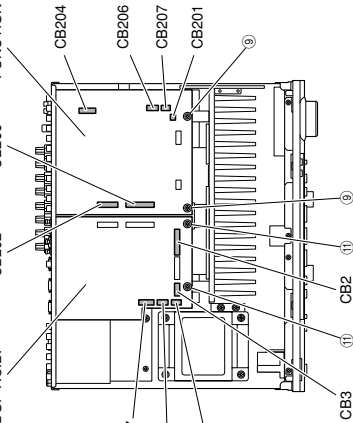

Fig. 2
- c. Remove CB200-202, CB204, CB206 and CB207. (Fig. 2)
- d. Remove the FUNCTION (1) P.C.B.. (Fig. 2)
- a. ⑧のネジ2本を外します。(Fig. 2)
- c. CB200～202、CB204、CB206、CB207を外します。(Fig. 2)
- d. FUNCTION(1)P.C.B.を取り外します。(Fig. 2)
- a. Remove 2 screws (⑩). (Fig. 2)
- c. Remove CB2-4, CB9 and CB57. (Fig. 2)
- d. Remove the DSP P.C.B.. (Fig. 2)
- a. ⑩のネジ2本を外します。(Fig. 2)
- c. CB2～4、CB9、CB57を外します。(Fig. 2)
- d. DSP P.C.B.を取り外します。(Fig. 2)